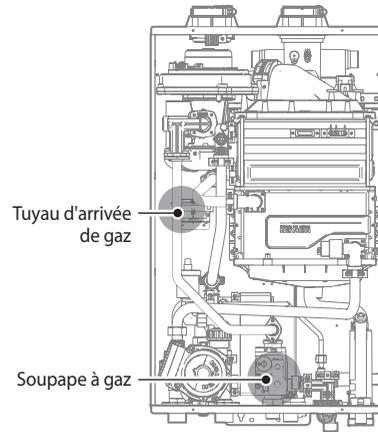

Figure 2. Composants internes des modèles NCB
8. Une fois les composants internes visibles, repérez le conduit d'arrivée du gaz et la soupape à gaz au centre de l'appareil, comme illustré à la figure 2.